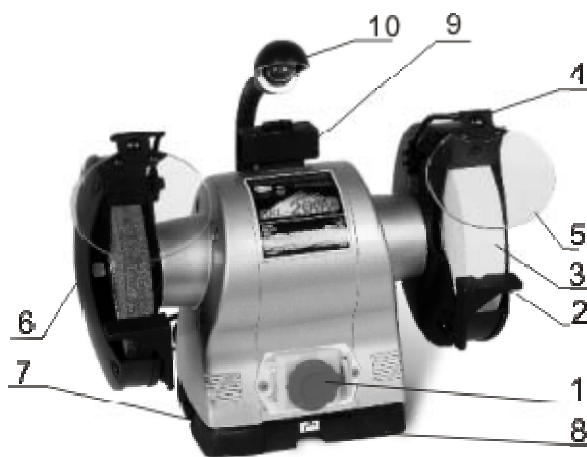

Рисунок 2.
3.3 Основные узлы и детали оборудования (см рис.2)
3.4 Краткое описание конструкции оборудования (см. рис.2).
4.2. Сборка (см. рис. 2).